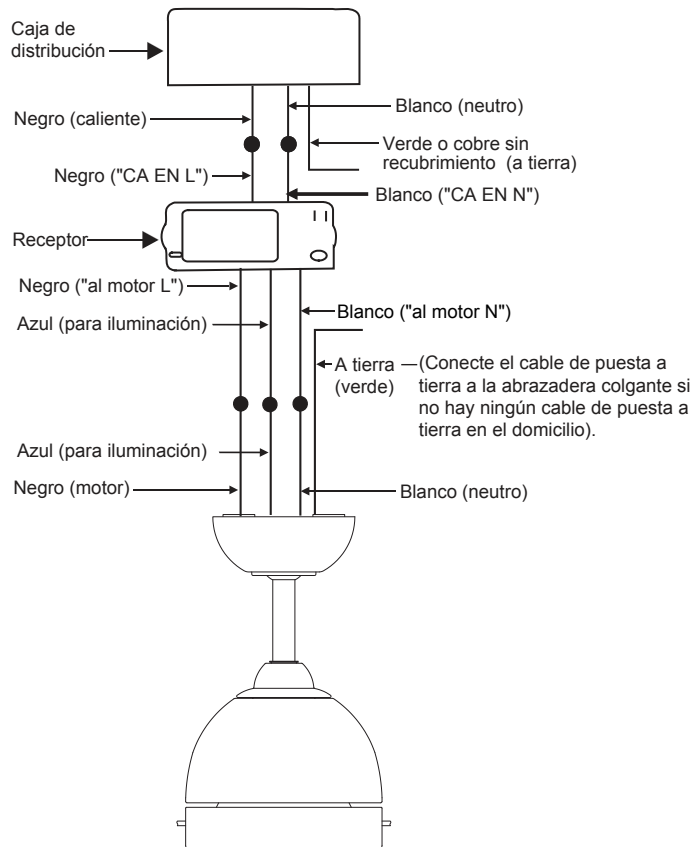

Fig. 12
**Paso 2.** Conexiones eléctricas del motor al receptor: (Fig.12) Conecte el cable negro del ventilador al cable negro marcado como "TO MOTOR L" (AL MOTOR L) desde el receptor. Conecte el cable blanco del ventilador al cable blanco marcado como "TO MOTOR N" (AL MOTOR N) del receptor. Conecte el cable azul del ventilador al cable azul marcado como "FOR LIGHT" (PARA ILUMINACIÓN) del receptor. Asegure todas las conexiones de cables con las tuercas plásticas para cables proporcionadas.
**Paso 3.** (Fig. 12) Conexiones eléctricas del receptor a los cables de alimentación del hogar: Conecte el cable negro (caliente) del cielorraso al cable negro marcado como "AC in L" (CA en L) del receptor. Conecte el cable blanco (neutro) del cielorraso al cable blanco marcado como "AC in N" (CA en N) del receptor. Asegure todas las conexiones de cables con las tuercas plásticas para cables proporcionadas.
**Paso 4.** (Fig.12) Si su caja de distribución eléctrica tiene un cable de puesta a tierra (verde o cobre sin recubrimiento), conéctelo a los cables de puesta a tierra del ventilador; en caso contrario, conecte el cable de puesta a tierra de la abrazadera colgante al soporte de montaje. Asegure la conexión de los cables con la tuerca plástica proporcionada. Después de conectar los cables, sepárelos de manera que el cable verde y el cable blanco estén de un costado de la caja de distribución eléctrica y el cable negro y azul estén del otro costado. Inserte las conexiones de cable con cuidado en la caja de distribución eléctrica.